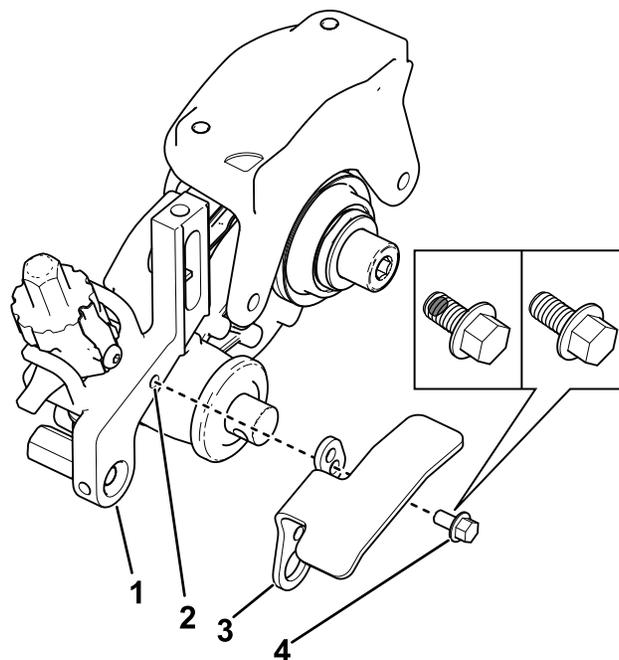

Figura 20
- Fissate la protezione del cesto di raccolta al braccio dell'altezza di taglio (Figura 20).